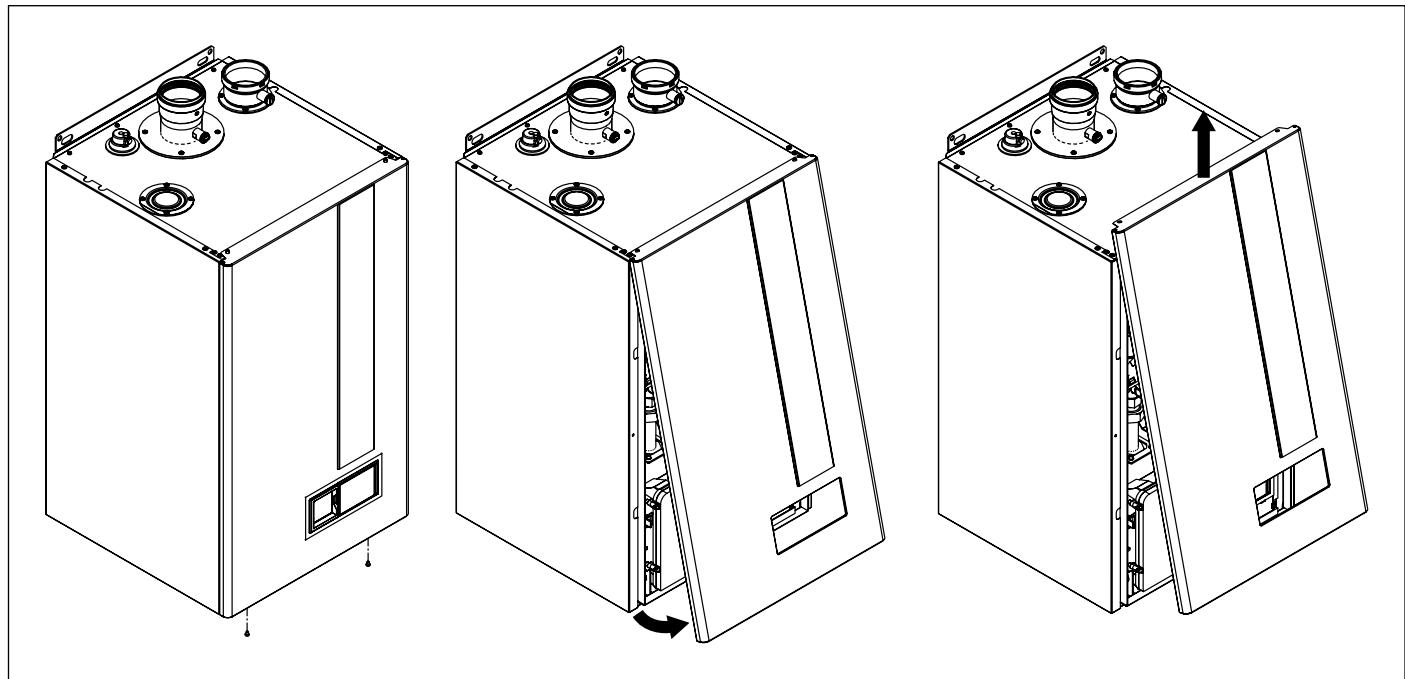

Fig. 26 Abertura do revestimento
- Retire o revestimento frontal da caldeira (veja Fig. 26 Abertura do revestimento).